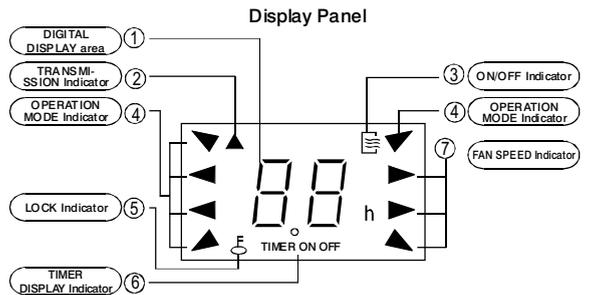

Fig. 2
- ▲NOTE: All signs shown in the Fig.2 is for the purpose of clear presentation. But during the actual operation only the relative functional signs are shown on the display panel.
Fixer la plaque de montage sur le mur. Serrer légèrement les vis. Nivelier la plaque de montage et serrer ensuite les vis fond (fig. 2).
l'unité intérieure sur l'arête supérieure de la plaque de montage (voir fig. 2). S'assurer que l'unité est bien installée en la déplaçant d'abord vers la gauche et ensuite vers la droite.